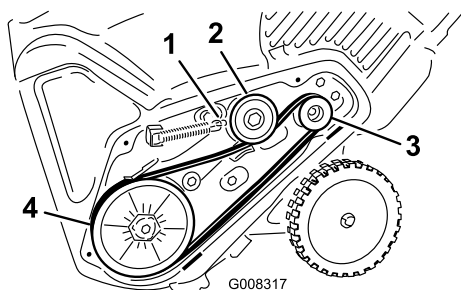

Figure 37
5. Montez et acheminez la nouvelle courroie comme indiqué à la Figure 37.
- Raccrochez le ressort de frein au bras de la poulie de tension (Figure 37).